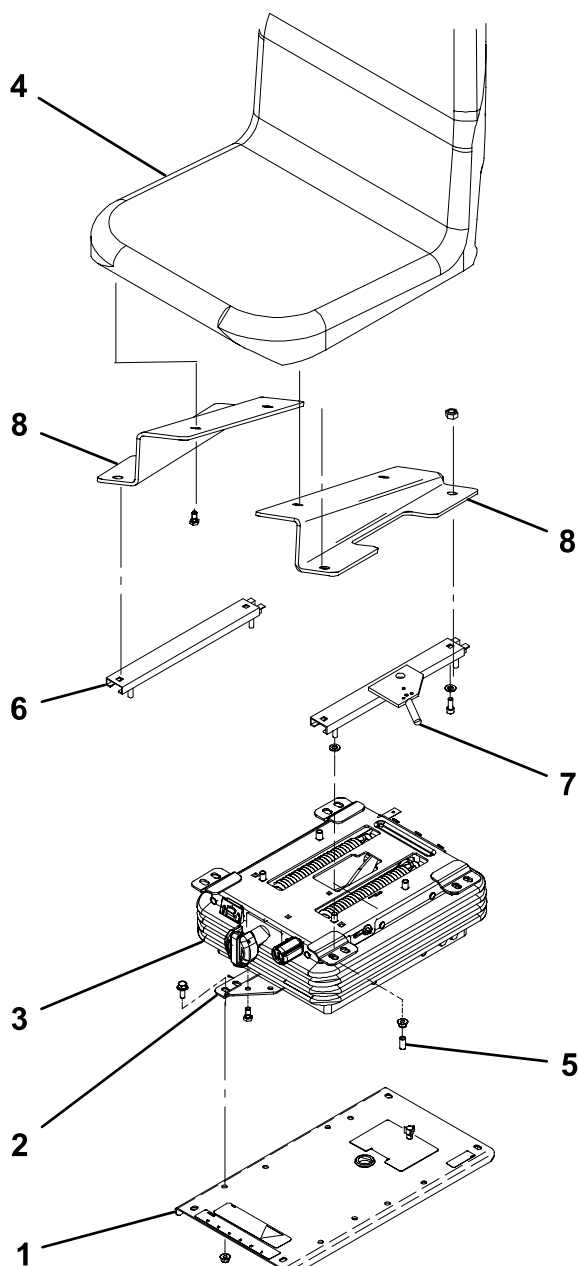

图 1
1. キットに入っているボルト（4本）を使用して、下部シートブラケットをシートサスペンションに取り付ける（図 1）。
2. シート取り付けプレートをトラクションユニットのフレームに固定しているボルトとナット（4組）を外す（図 1）。シートプレートは外さないこと。
3. キットに入っているボルト（4本）とナットを使用して、下部シートブラケットとシートサスペンションをシートプレートに取り付ける（図 1）。
4. ボルト4本を使用して、左側および右側のシートマウントをシートに取り付ける（図 1）。シートマウントは、高い方の端部がシートの前側にくるように取り付ける。
5. キットに入っているボルト（4本）、平ワッシャ、ナットを使用して、シートアジャスタをシートマウントに取り付ける（図 1）。締めつけないこと。シートアジャスタ（調整レバー）は、左側シートマウントに取り付ける。
7. キットに入っているナット（4本）を使用して、上部シートアジャスタをシートサスペンションに取り付ける（図 1）。各シートスタッドにビニルキャップを取りつける。ねじを本締めしてシートアジャスタを固定する。
2. キットに入っているボルト（4本）を使用して、下部シートブラケットをシートサスペンションに取り付ける（図 1）。
3. キットに入っているボルト（4本）とナットを使用して、下部シートブラケットとシートサスペンションをシートプレートに取り付ける（図 1）。シートプレートでは後ろ側の取り付け穴、下部シートブラケットでは前側の取り付け穴を使用すること。
4. キットに入っているボルト（4本）、平ワッシャ、ナットを使用して、上部シートブラケットをシートに取り付ける（図 1）。シートの穴のうち、前側の穴を利用する。シートアジャスタ（調整レバー）は、シートの左側に取り付ける。
5. キットに入っているワッシャ（4枚）とナットを使用して、上部シートブラケットをシートサスペンションに取り付ける（図 1）。シートの穴のうち、後ろ側の穴を利用する。ワッシャは、シートブラケットとシートサスペンションの間に入れる。各シートスタッドにビニルキャップを取りつける。